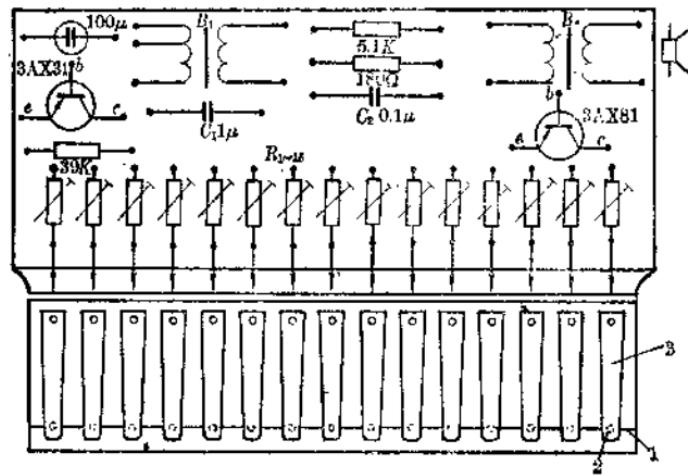
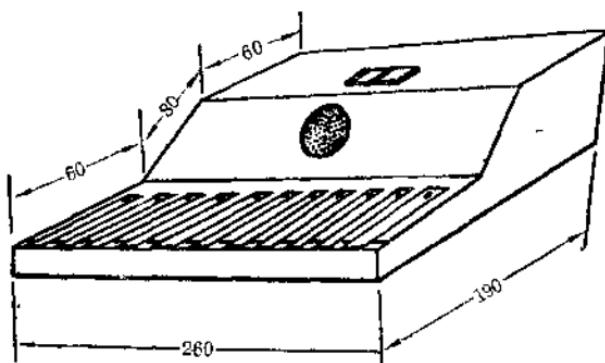

图 2
图 3
上。先在胶木板上钉上空心小铆钉，然后按图 2 上所标零件焊接(要注意焊接牢靠)。图中箭头表示接至琴键的圆圈(实
2. 琴键可用有弹性的磷铜皮剪成图 2 中的形状，然后钉在一块  $220 \times 50$  [毫米]2 的木板上，再和装有其他零件的胶木板一起安装到琴盒里(图 3)。